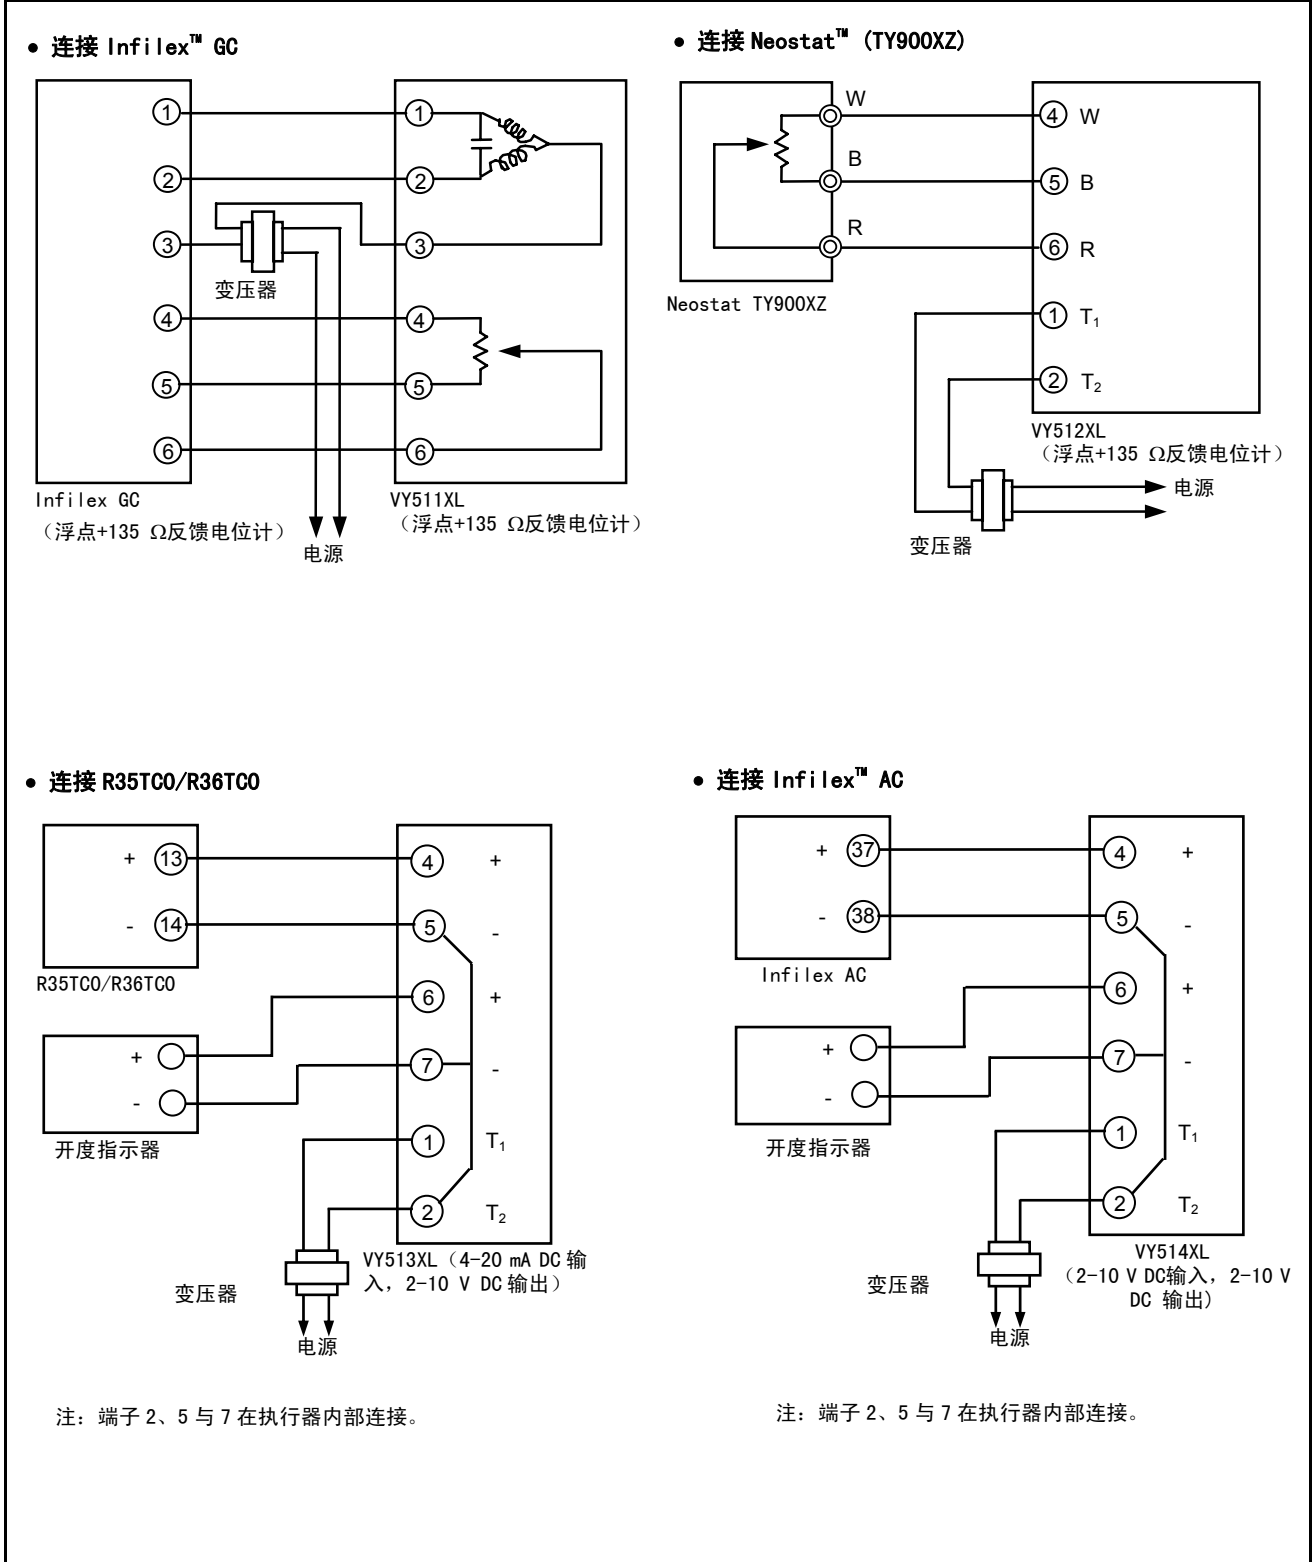

图 16 配线范例 (1/2)
- 3) 用M3.5螺丝将配线正确连接至端子，请参照图11至15中的配线端子图以及图16和17中的配线范例（关于辅助开关或者辅助电位计的配线，请参照图18）。